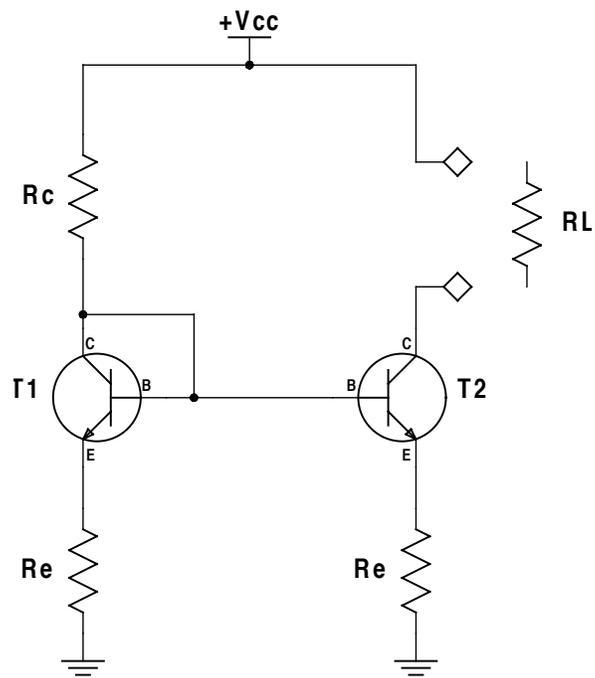

Figura 2.2: Configuración de fuente de corriente tipo *espejo de corriente*.
9. Repita todo el procedimiento pero ahora empleando el circuito mostrado en la Figura 2.2